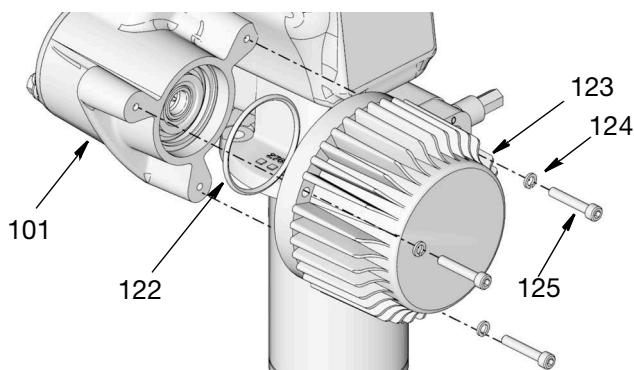

Рис. 58
9. Выкрутите винты (125) и удалите шайбы (124), крепящие электродвигатель (123) к корпусу редуктора (101). Извлеките электродвигатель. Убедитесь, что уплотнительное кольцо (122) было снято вместе с электродвигателем. (Рис. 58).